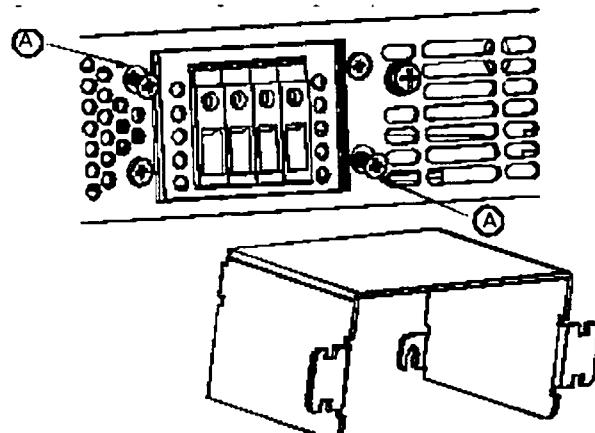

図3-8: 出力部保護カバー取付け
4. “A”印の2つの筐体ネジを図3-8の示すとおり途中まで緩めます。
5. 保護カバーを筐体に取付け、2つのネジを締めて保護カバーを筐体に固定します(図3-8参照)。ネジ締付けトルク: 0.49~0.59 Nm (5.0~6.0 kgf·cm)